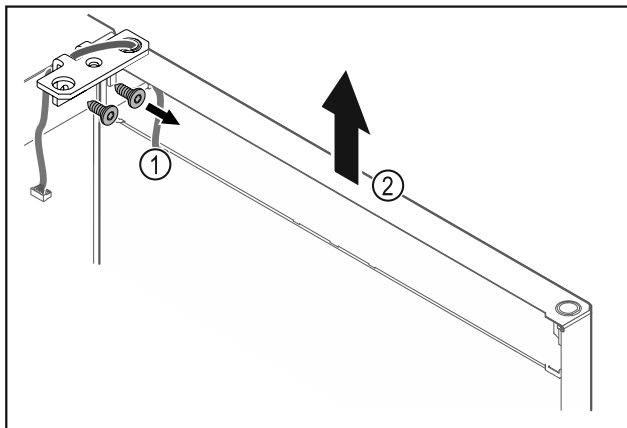

Fig. 22
- ▶ Odšroubujte úhelník závěsu Fig. 22 (1).
- ▶ Zvedněte dvířka včetně úhelníku závěsu Fig. 22 (2) přibližně 200 mm rovně směrem nahoru a vyjměte je.